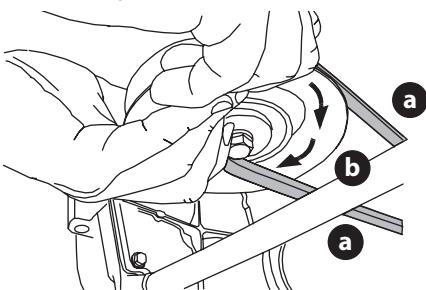

Figure 43
- d. Tout en maintenant la courroie de la PDF (a) vers le bas, continuez à faire tourner la poulie de la PDF (b) jusqu'à ce que la courroie de la PDF (a) se déroule de la poulie de la PDF (b) (Figure 43).
- Tirez le côté droit de la courroie de la PDF vers l'arrière, puis placez le côté en « V » étroit de la courroie de la PDF dans la poulie de la PDF (Figure 43 à la page 107).
- Tout en tenant ensemble la courroie et la poulie de la PDF, faites tourner la poulie de la PDF vers la gauche (Figure 43 à la page 107). Continuez à tenir et à faire tourner la poulie et la courroie de la PDF jusqu'à ce que la courroie de la PDF soit complètement enroulée dans la poulie de la PDF.